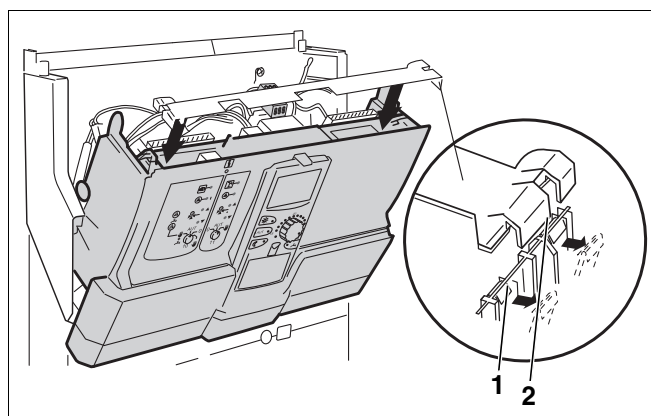

Рис. 11 Удаление и установка поперечной планки
- Отсоедините планку с одной стороны (→ рис. 11): для этого выдавите отверткой одну из защелок и приподнимите планку за язычок. Выдавите отверткой вторую защелку и приподнимите планку за второй язычок.
- Установите поперечную планку в пазы (→ рис. 11).